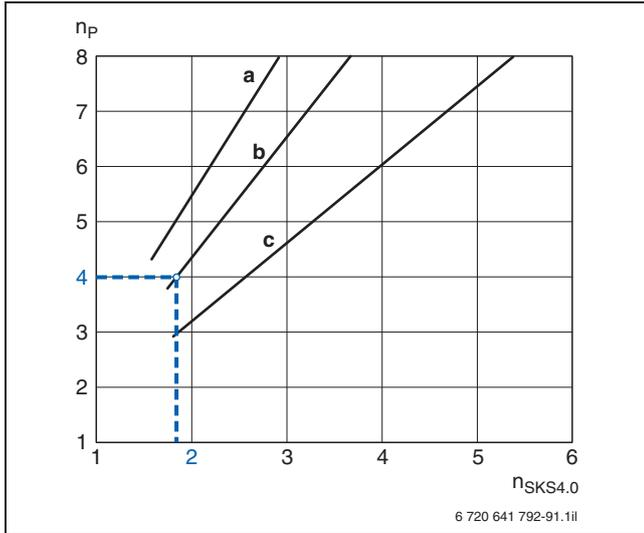
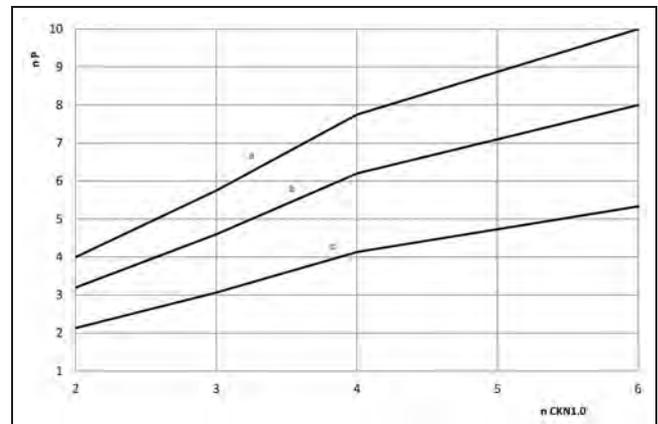

Fig. 112 Diagramma per la determinazione approssimativa del numero di collettori Logasol SKS4.0 per la produzione di acqua calda sanitaria (esempio in evidenza)
Fig. 115 Diagramma per la determinazione approssimativa del numero di collettori Logasol CKN1.0 per la produzione di acqua calda sanitaria
- con chiaro scostamento dai principi di calcolo dei diagrammi di dimensionamento (→ fig. 112 fino a fig. 115 a pagina 106 e fig. 116 fino a fig. 118 a pagina 110 f.).
I diagrammi dalla fig. 112 fino alla fig. 115 a pagina 106 si basano su un esempio di calcolo con i seguenti parametri dell'impianto:
Determinando il numero di collettori o di tubi secondo i diagrammi nella fig. 112 fino alla fig. 115 a pagina 106 si ottiene una quota di copertura solare di ca. 60 %.
- Secondo il diagramma nella fig. 112, curva b, sono necessari due collettori piani Logasol SKS4.0.
- 1,8 collettori Logasol SKS4.0 (→ fig. 112 a pagina 106)